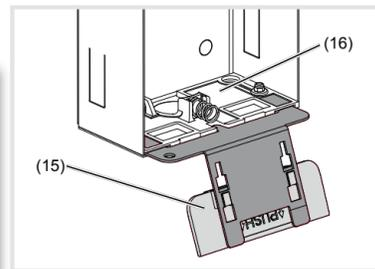

Bild 5: eingestecktes Öffnungswerkzeug
- (14) Aufwagwinkel der Befestigungselemente
- Öffnungswerkzeug (15) in die Aufnahme des unteren Befestigungselementes (16) am Gehäuse stecken (Bild 5).
- (15) Öffnungswerkzeug
- (16) Befestigungselement
- Die Schlaufen des Sicherungsseils (17) am linken oberen Einhänger der Türstation und am oberen Befestigungselement (18) im Gehäuse einhängen. Die Türstation zur Installation auf das Öffnungswerkzeug stellen (Bild 5).